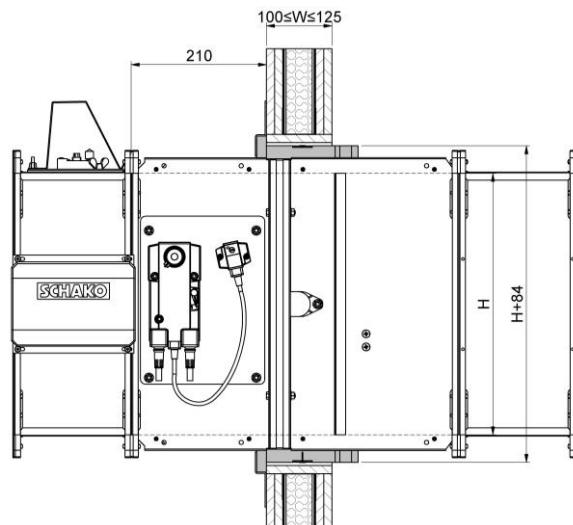

Figure 24 : Montage à sec avec cadre de montage type ER-A1 dans une cloison légère (F90) $W \leq 125$
- Réaliser l'embrasure sur tout le pourtour (pos. 20) en utilisant des plaques de plâtre résistantes au feu (GFK) de 12,5 mm ou 2 plaques à 12,5 mm et les visser sur tous les côtés du cadre en profilés métalliques (pos. 33.2 – fixation : par ex., vis à fixation rapide $\varnothing 3,5 \times 25$ mm ou $\varnothing 3,5 \times 45$ mm ; distance entre les vis ≤ 250 mm, mais au moins 2 vis par côté).
- Installer le BKA-Ü dans l'évidement du mur (dimensions : $B + 93^{+2}$ mm x $H + 93^{+2}$ mm) de sorte que la joue du cadre de montage type ER-A1 soit en contact avec le mur (côté accès - distance de montage 210 mm au mur voir Figure 24). Veiller à ce que la fente annulaire entre le mur et le cadre de montage, type ER-A1, soit homogène et bien au milieu. Monter les éléments de fermeture BKA-Ü à l'aide de dispositifs de suspension, etc.
- Le BKA-Ü est fixé à la structure porteuse (profilés des chevêtres - pos. 10) de tous les côtés avec le nombre correspondant de pattes de fixation (pos. 18 ; voir Tab. 5). Chacune des pattes de fixation est fixée sur la structure porteuse à l'aide de 2 vis de fixation rapide (pos. 19 par ex. $\varnothing 3,5 \times 35$ mm ; adapter la longueur des vis à l'épaisseur du parement).